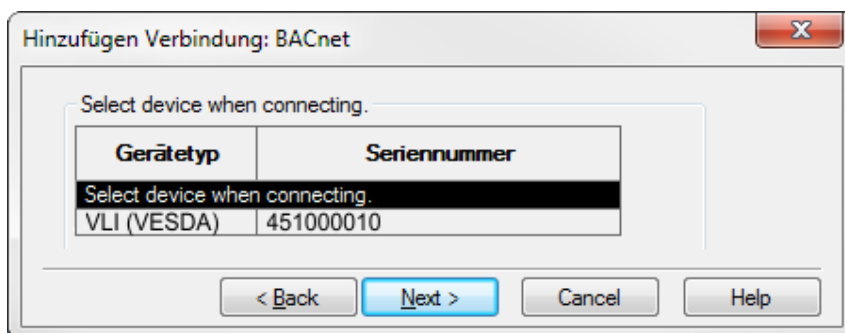

Abbildung 5-4: Gerät auswählen
5. Wählen Sie in der Liste der verfügbaren Melder den Meldertyp und klicken Sie danach auf „Weiter“ (Abbildung 5-4).